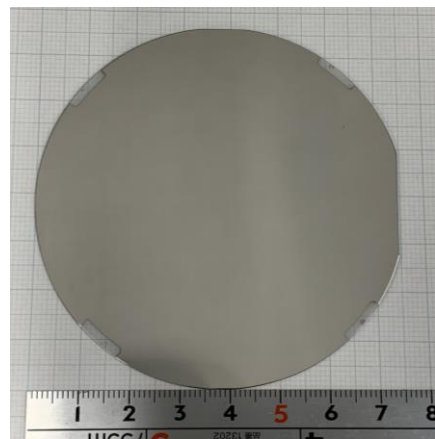
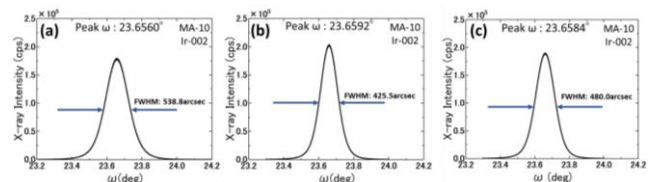
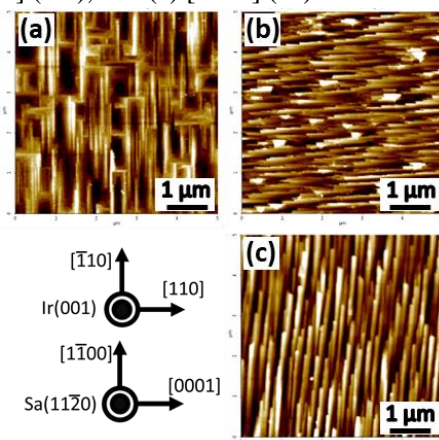

Fig.1. Photograph of 3-inch diameter Ir/sapphire substrate.
Fig.2. X-ray diffraction rocking curve of Ir(002) on Ir/sapphire substrates, (a) just, (b) 5° off toward [1-100] (m5), and (c) [0001] (c5).
Fig.3. AFM images (5 μm × 5 μm) of Ir/sapphire substrates, (a) just, (b) 5° off toward [1-100] (m5), and (c) [0001] (c5).
【実験の方法と結果】 (11-20)面方位の 3 インチ径のサファイア基板上にスパッタ法で Ir 薄膜を堆積した。図 1 に示すように全面が鏡面の Ir 表面が得られた。X 線回折 $2\theta/\omega$ から Ir (001) [110] //sapphire (11-20) [0001] のエピタキシャル関係を確認した。Ir(002) ロッキングカーブ(図 2)は (a) ジャスト基板が半値幅で 536 秒、(b) [1-100] 方向 5° オフ(m5)が 426 秒、(c) [0001] 方向 5° オフ(c5)が 480 秒となり基板の微傾斜によって Ir 薄膜が高品質になることが分かった。AFM 像(図 3)からジャスト基板上ではサファイア[1-100]に伸びた Ir ドメイン、m5 ではテラス幅 76nm のステップ構造、c5 ではテラス幅 167nm のステップ構造が観察できた。Ir(001)は正方格子だが、下地のサファイア(11-20)の長方格子の表面構造を受け継いでおり基板の微傾斜により Ir 表面構造がステップ構造になり、ダイヤの高品質化につながる事がわかった。